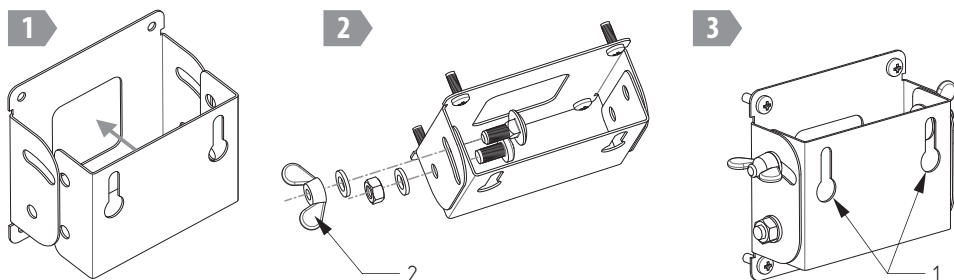
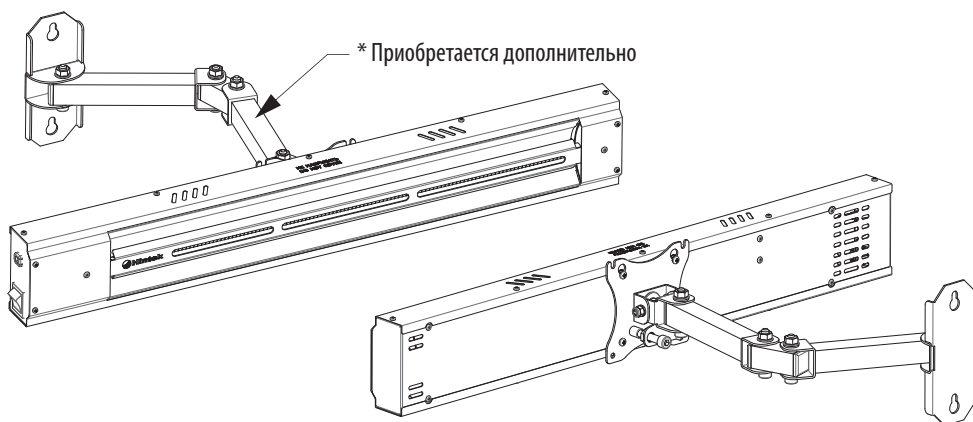

Рисунок 4.
Рисунок 5.
5.2. На задней панели корпуса имеются резьбовые заклепки 9, позволяющие закрепить обогреватель на кронштейне для монтажа на стену. Кронштейн позволяет регулировать угол наклона обогревателя. Вы можете закрепить кронштейн 8 из комплекта поставки или кронштейн с системой VESA MIS-D 75 (см. рис. 5) (приобретается дополнительно). Схема сборки кронштейна из комплекта поставки приведена на рис. 4.
6.2. Собрать кронштейн (см. рис. 4). Обратите внимание на правильность расположения отверстий на деталях!
6.3. Прикрутите кронштейн к корпусу обогревателя таким образом, чтобы расположение отверстий для монтажа на стену 1 (см. рис. 4) совпадало с рисунком 1, 2.
6.9. Выберите угол наклона обогревателя. Затяните барашковые винты 2 (см. рис. 4).